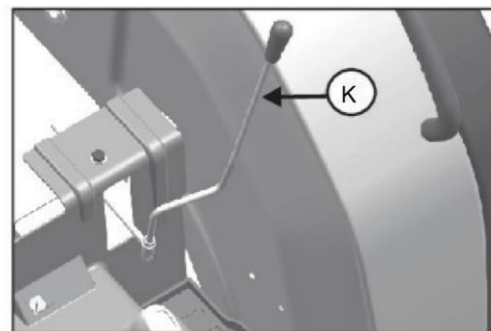

Fig. 4.18
4.18 DCV-håndtag (valgfri funktion), Fig. 4.18